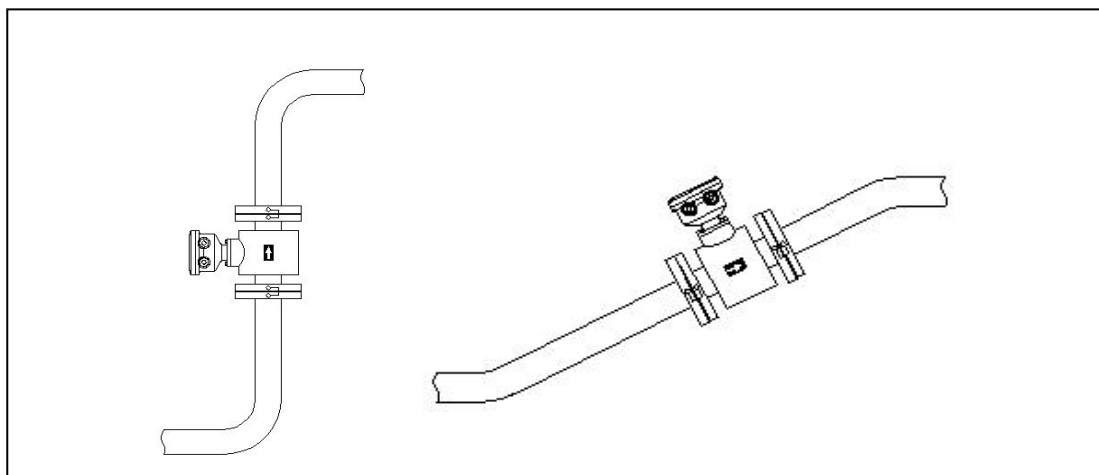

图 4.2.3 倾斜或垂直安装
3)当流量计为倾斜或垂直安装，流向应自下而上，如图 4.2.3 所示：